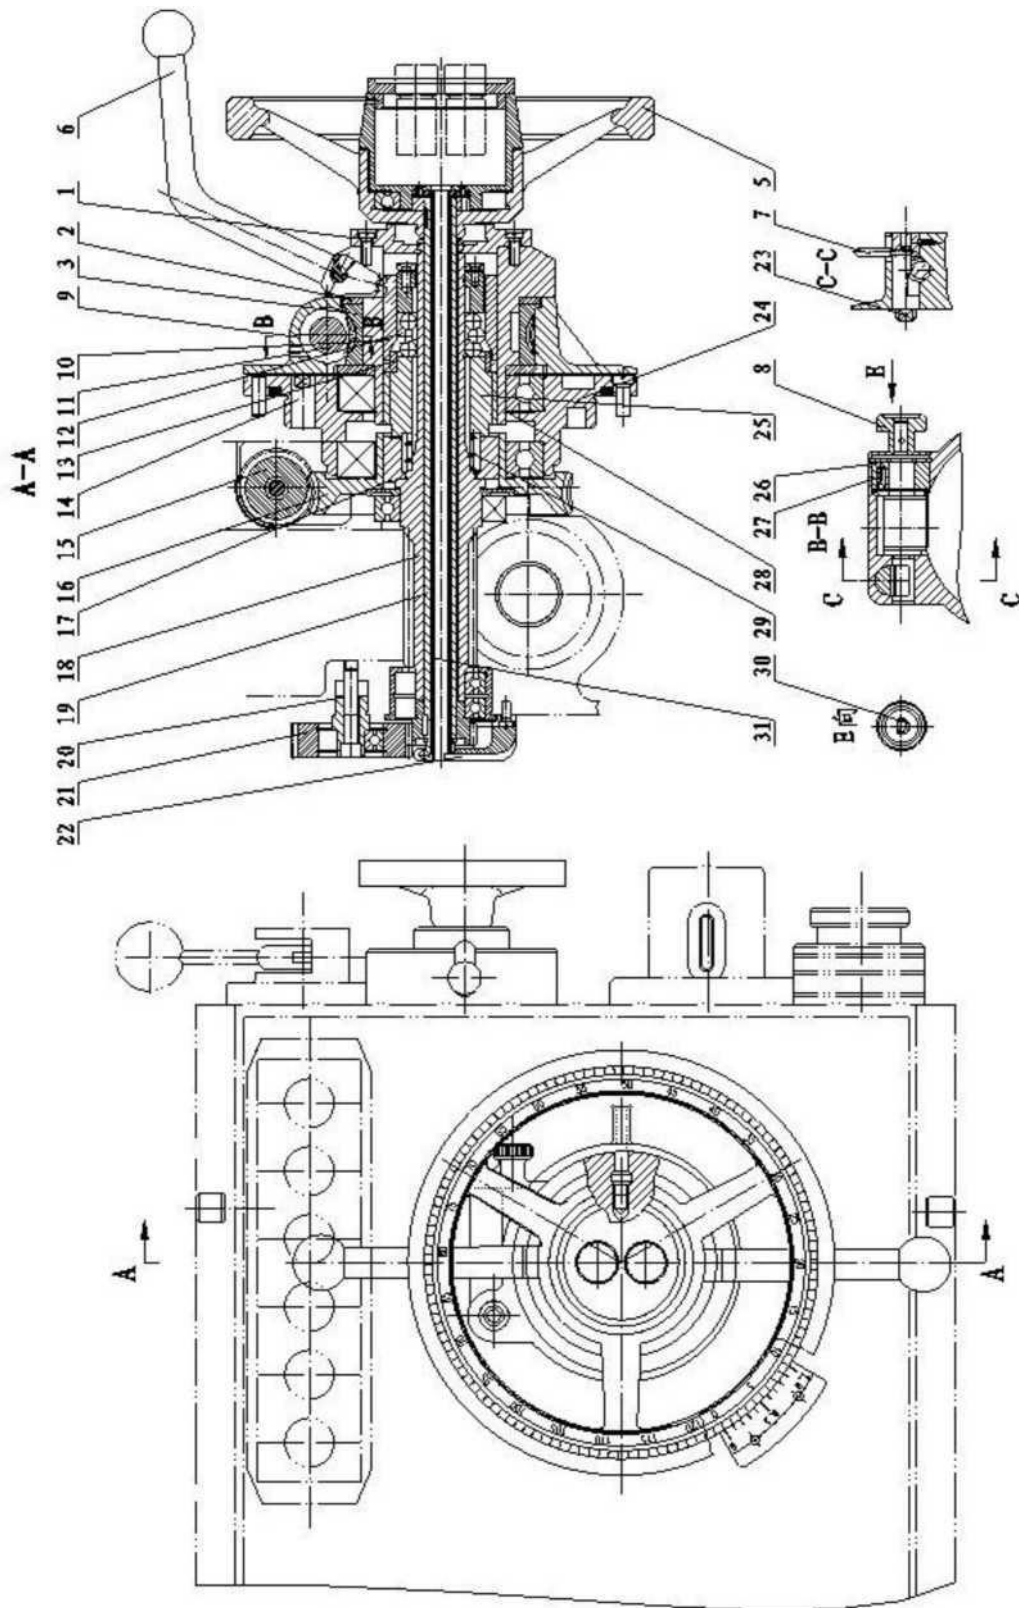

Рис. 10-4 Вал рычага
При распаковке удалите переднюю табличку шпиндельной головки, появится верхняя часть червячного вала, вытащите маленький штифт 10 со шпоночной гильзы, извлеките сверху стальную шариковую предохранительную муфту, если необходимо распаковать червячный вал, вам нужно удалить штифт 6 с втулки внутренней шестерни, а затем и втулку внутренней шестерни, отвинтить шесть фиксирующих винтов на опорной втулке, а затем вытащить все эти детали в комплекте с втулкой 2, все части червячного вала выталкиваются из корпуса шпиндельной головки (2). Горизонтальный вал (Рис. 10-4)